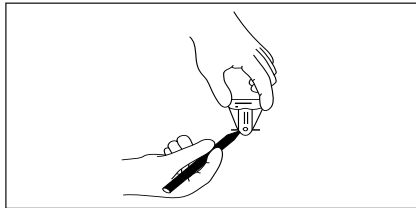

ABBILDUNG 9
- Um die exakte Position des MAGNA-SITE™ zu bestimmen, wird der MAGNA-FINDER™ um 90° gedreht und dann wiederum langsam hin- und herverschieben. Wenn der Magnetlokalisator wiederum senkrecht steht, werden zwei weitere Markierungen angebracht (siehe Abbildung 9).